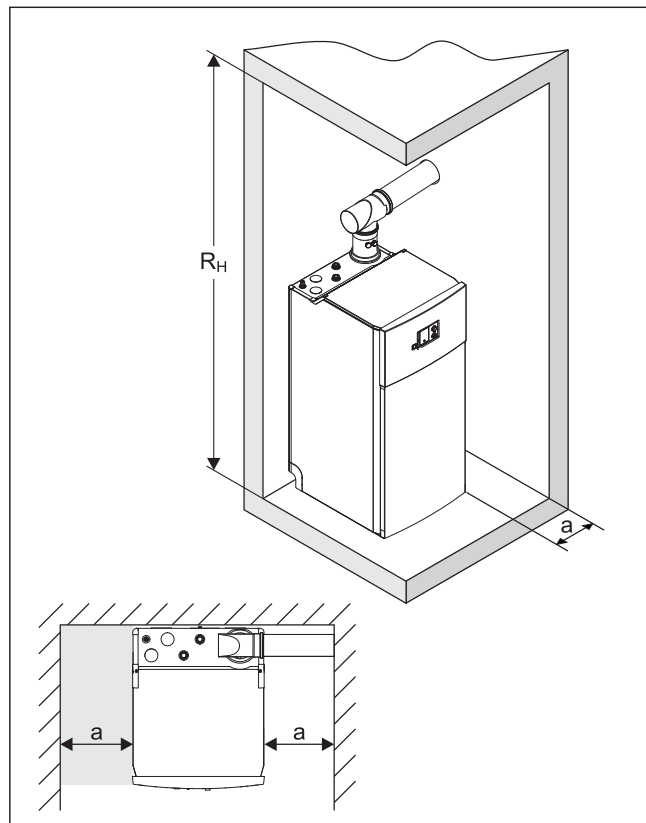

Bild 4-4 Mindestabstände für die Aufstellung
- Wir empfehlen, bei der Geräteaufstellung die in Bild 4-4 beschriebenen Mindestabstände von Wänden und Decken einzuhalten, um Wartungs- und Reparaturarbeiten ohne übermäßigen Montageaufwand durchführen zu können.